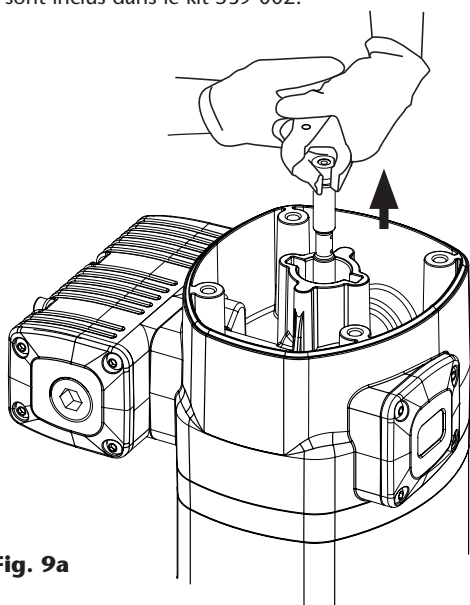
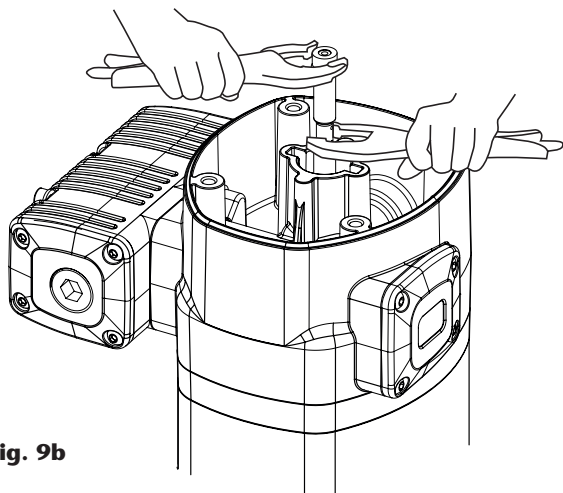

Fig. 9a
Fig. 9b
1. Dévisser les quatre vis (2) et retirer le couvercle (3).
2. Dévisser le bouchon de l'inverseur (4).
3. Avec une pince manuelle sur la douille de serrage (5), tirer la tige (40) vers l'extérieur jusqu'à ce qu'apparaisse son évidement central (Fig. 9a). Puis, avec une autre pince manuelle, saisir la tige (40) sur l'évidement pour prévenir les dommages sur la surface pouvant entraîner des problèmes d'étanchéité, et dévisser l'écrou (5) (fig. 9b).
4. Enlever le joint (6) et la bague (7), puis utiliser les nouvelles lors du remontage.
5. Dévisser les quatre vis (55). Retirer le moteur (13) pour libérer la tête avec la bride (36).
6. Retirer le capuchon de l'inverseur (9). Remplacer les joints (8) et (10) de ce capuchon.
7. Dévisser les cinq vis (37) et séparer le corps de moteur (13) de la bride (36). Retirer la rondelle (32) et remplacer le joint (8).
8. Retirer le cylindre (50) en tenant soigneusement le piston (45). Remplacer le joint (44) du piston.
9. Remontage dans l'ordre inverse, Application frein filet sur les vis (37), la douille de serrage (5) et le bouchon de l'inverseur (4).